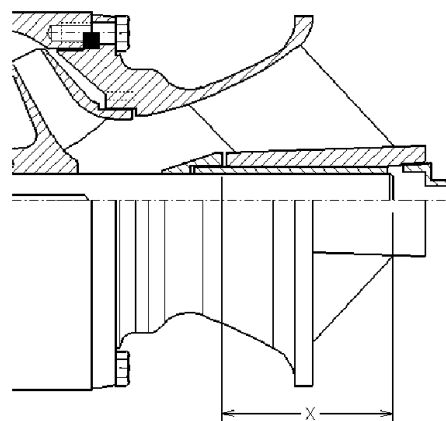

Рисунок 21
2. Если песчаный фланец не собран с валом, установить песчаный фланец. Песчаный фланец прикрепляется к валу горячепрессовой посадкой. Большой диаметр контротверстия песчаного фланца проходит в направлении подшипник раструба всасывающего патрубка. Нагревать песчаный фланец до тех пор, пока он не наденется на вал и быстро расположить его таким образом, чтобы нижняя часть песчаного фланца была установлена в соответствии с размером "X", прежде чем он остынет. См. рисунок 21. См. таблицу 3 для получения информации о размерах "X". Вдвигать плоский конец вала насоса в подшипник емкости /раструб всасывания до тех пор, пока песчаный фланец не остановится на емкости /раструбе всасывания.